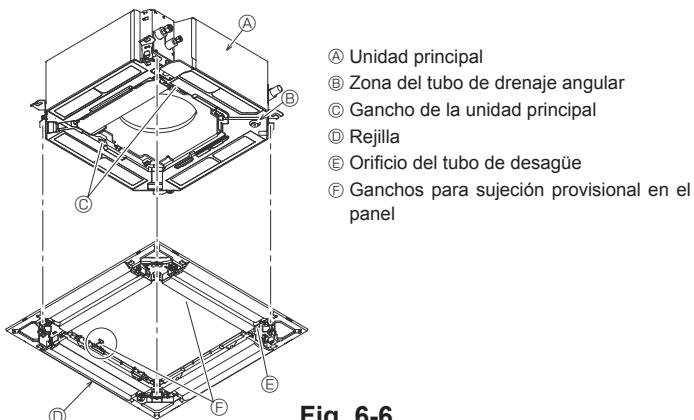

Fig. 6-6
6.4.2. Instalación provisional de la rejilla (Fig. 6-6)
- Sujete la rejilla apretando los cuatro tornillos. (Fig. 6-6)
- Cuando apriete el tornillo con la arandela cautiva (C), hágalo con un intervalo de par de apriete de 2,8–3,6 N·m, 2,1–2,6 ft·lbs. No utilice nunca un atornillador por percusión. Podría provocar daños en las piezas.
- Después de apretar el tornillo, confírmese que los dos ganchos de la rejilla (Fig. 6-6) estén sujetos en los ganchos de la unidad principal.